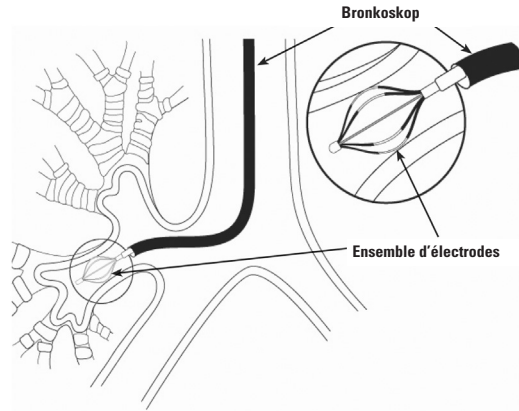

Figure 9 : Cathéter Alair™ dans la voie aérienne
9. Vérifier visuellement que les électrodes sont bien en contact avec la paroi de la voie aérienne. Voir Figure 9 ci-dessous.